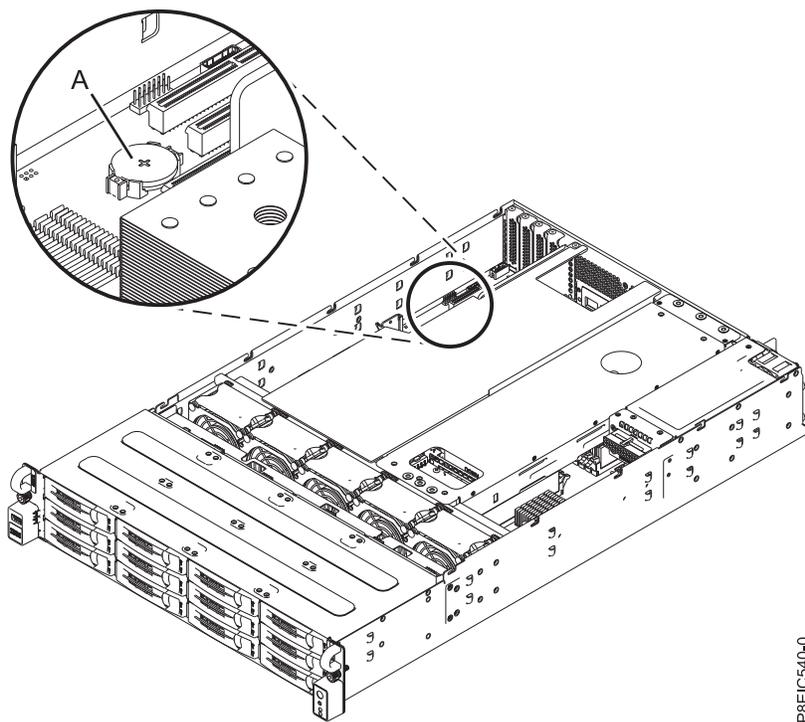

Figure 106. Emplacement de la batterie de l'horloge
2. Si les cartes PCIe se trouvent aux emplacements 2 et 3 et bloquent la batterie de l'horloge (A), comme illustré dans la figure 106, étiquetez-les et retirez-les. Pour plus d'informations, voir «Retrait d'une carte PCIe du système 8348-21C», à la page 40.
3. Retirez et remettez en place la batterie de l'horloge (A), comme illustré dans la figure 106. Lorsque vous retirez la batterie, n'utilisez pas d'outil métallique pour la dégager de son emplacement. Le signe + de la batterie est orienté vers le haut.